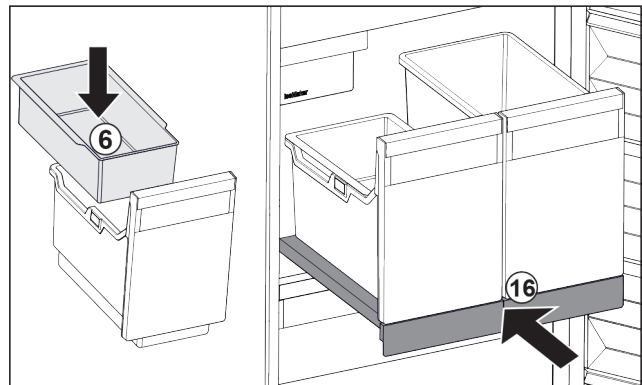

Fig. 146
- ▶ Вставьте навесной лоток Fig. 146 (6) для кубиков льда.
- ▶ Вставьте выдвижную панель с контейнером (IceTower). Fig. 146 (16)